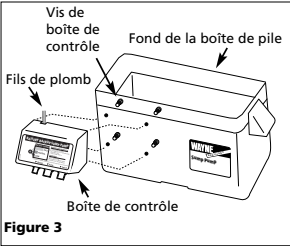

Figure 3
1. Fixer la boîte de contrôle au côté de la boîte de batterie tel qu'indiqué dans la Figure 3. Placer la batterie dans la boîte, brancher le câble rouge à la borne positive de la pile et le câble noir à la borne négative. Mettre le couvercle sur la boîte.